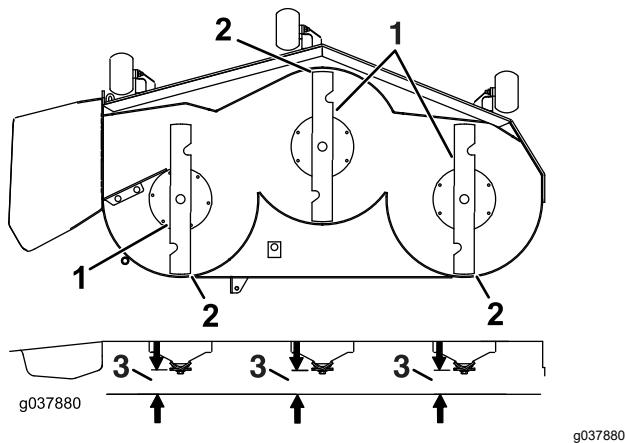

Figura 84
7. Compruebe el nivel longitudinal de la cuchilla (Figura 84). Asegúrese de que la punta de la cuchilla delantera está más abajo que la punta de la cuchilla trasera, como se muestra en Altura de bloque y soporte. Si se requieren ajustes, siga con este procedimiento.